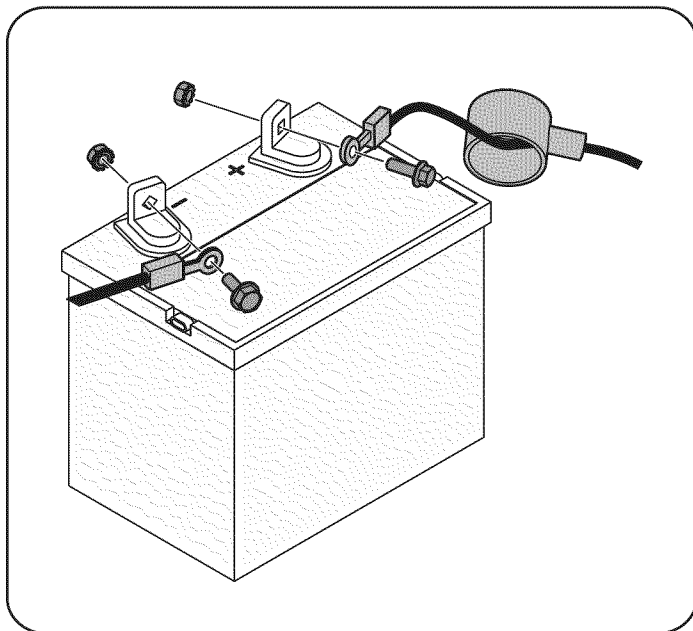

Figura 1
1. Quite la cubierta de plástico, si está presente, desde el terminal positivo de la batería y conectar el cable rojo al terminal positivo de la batería (+) con el perno y tuerca hexagonal. Véase la figura 1.
2. Quite la cubierta de plástico, si está presente, desde el terminal negativo de la batería y conectar el cable negro al terminal negativo de la batería (-) con el perno y tuerca hexagonal. Véase la figura 1.